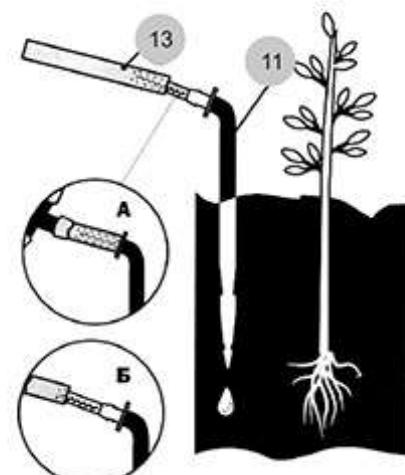

Рис. 6
Обрежьте\*\* излишки Трубки (13), на концы трубки насадите\*\*\* Капельницы (11) (см. рис.6). Капельницу воткните в землю, -как можно ближе к растению, но не повредив его корневую систему. Конструкция капельницы предусматривает, что поступающая к растению вода будет уходить больше в землю, прямо к корням растений. На поверхности воды остается минимум, - для минимального её испарения.
\*\*\*- конструкция гребенки капельницы позволяет дозировать (в небольших пределах) количество воды, подаваемое на конкретное растение. Натянув шланг до конца гребенки капельницы (см.рис.6, поз. А), вы уменьшаете подачу воды. Надев шланг только на начало гребенки (рис.6, поз. Б) вы увеличиваете подачу. Монтируя систему, рекомендуем натягивать шланг на гребенку капельницы полностью (как на рис.6, поз.А).
Капельница льет много / льет недостаточно под конкретное растение	Дозируйте полив, натягивая шланг на гребенку капельницы (стр.5, рис.6)